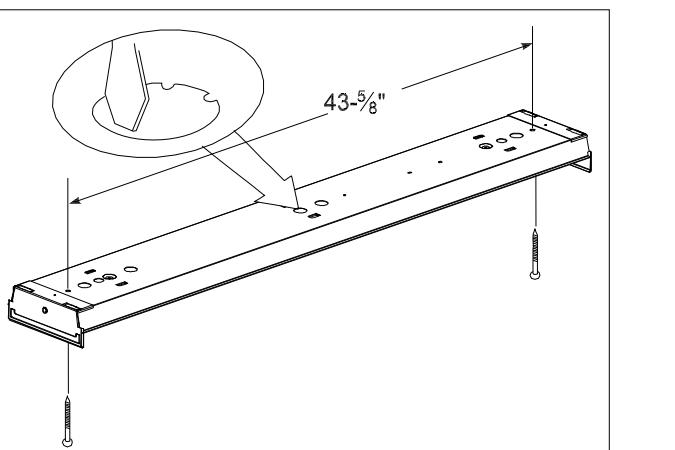

Figure 2
- Enlever les embouts décoratifs (2)** et le diffuseur (4) après avoir dévisser les faîteaux décoratifs (1) à chaque extrémité de l'appareil. Retirer les embouts et le diffuseur et les mettre de côté.
- Retirer la débouchure de 7/8 dia.** au centre de l'appareil. Appuyer un tournevis sur la débouchure et donner un coup de marteau. (Toujours porter de lunettes de sécurité en utilisant un marteau.) Dégager la rondelle à l'aide de pinces puis l'enlever. **Voir la Fig. 2.**
- Soulever le boîtier au plafond,** centrer sur la boîte de raccordement en parallèle aux murs. Tracer une marque au crayon à travers les rainures (2) de 5/16 po pour les trous de montage. Percer un trou de 1/8 po à chaque endroit. **Voir la Fig. 2.**
2. Uninstall **Decorative Ends** (2) and **Diffuser** (4) by unscrewing the **Decorative Finials** (1) at each end of the fixture. Remove Ends and Diffuser and place to the side.
3. **Squeeze Wireway Cover** (3) above ebossed tab area to release from the **Fixture Housing** (5).
4. **Remove 7/8" diameter center knockout** by placing straight blade screwdriver on knockout and striking with hammer. (Wear safety glasses when hammering.) Remove slugs by flexing back and forth with pliers. See Fig. 2.
5. Lift **fixture housing** to ceiling, center over outlet box and parallel to walls. Mark ceiling with pencil for mounting holes through (2) 5/16" holes. Drill 1/8" pilot hole at each location. See Fig. 2
2. Desinstale los Extremos Decorativos (2) y el Difusor (4) desatornillando los Finiales Decorativo (1) a cada extremo del luminario. Quite los Extremos y el Difusor y póngalo a un lado.
4. Quite el knockout de 7/16" de diámetro colocando un destornillador plano en el centro del knockout y déle un golpe con un martillo. (Siempre utilice gafas de seguridad cuando use un martillo.) Termine de sacar el knockout con una pinza, moviendo el knockout de lado a lado hasta que salga . Vea Fig. 2.